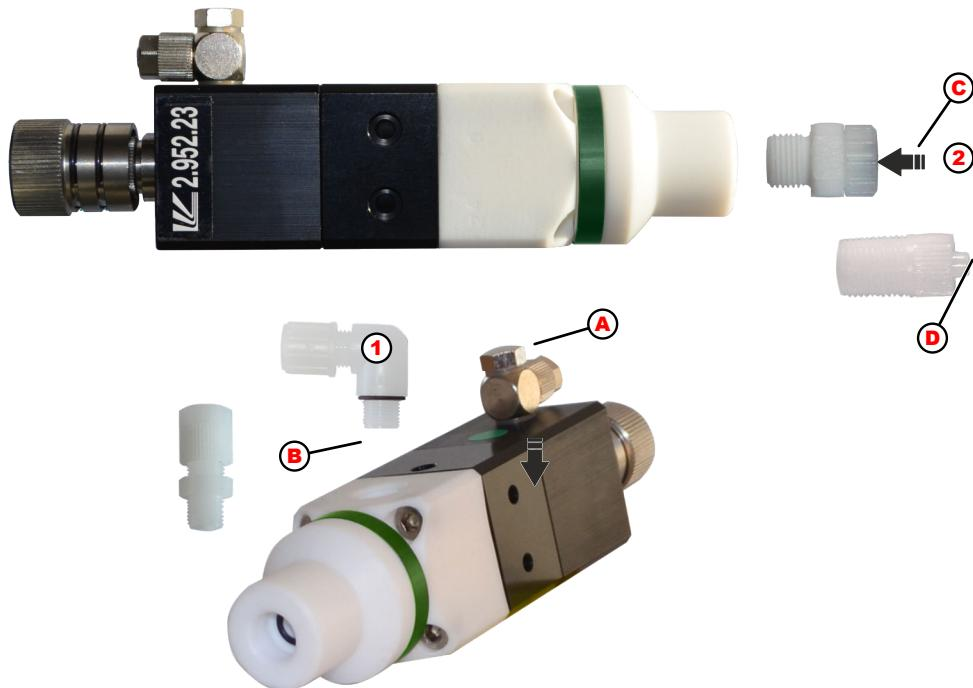

Abb. 1: EP und EP-FD Dosierventile 295218, 295219, 295223: Anschlüsse Produkteingang und -ausgang (Abb. exemplarisch mit Ventil 295223)
2. Winkel-Verschraubung (Abb. 1, Pos. 1/A) aus der Verpackung nehmen.